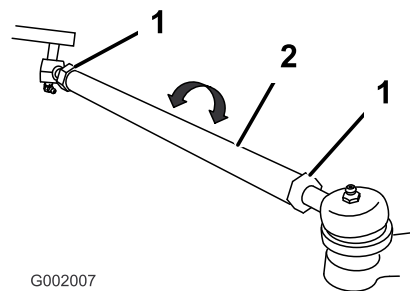

Figura 60
5. Se a medição obtida não corresponder aos valores especificados desaperte as porcas de segurança nas extremidades das barras transversais (Figura 60).